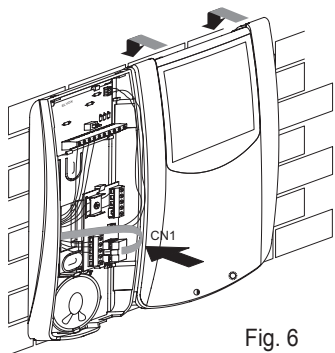

Fig. 6
- Fig. 6 Conectar el cable del monitor a la ficha de conexión por medio del conector CN1 de la ficha. Insertar el monitor apoyándolo en los asientos apropiados y jalándolo hacia abajo hasta su completo bloqueo.
- Fig. 6 Ligar o cabo do monitor à placa de ligação através do conector CN1 da placa. Inserir o monitor apoiando-o nas sedes apropriadas e tirando-o para baixo até o seu completo bloqueio.